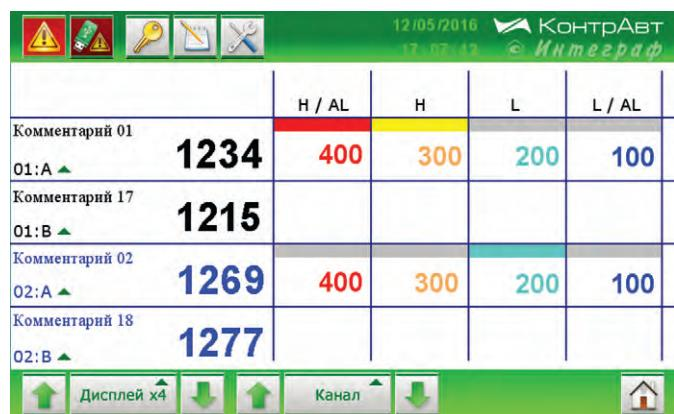

Рис. 5. Экран Дисплей x4
- Дисплей x4 – групповой 4-канальный дисплей (рис. 5). Отображаемая информация: значения четырёх измеренных сигналов, входящих в группу в цифровом виде, значения уставок для четырёх компараторов сигнализации для каждого сигнала, состояние всех четырёх компараторов сигнализации для каждого канала.